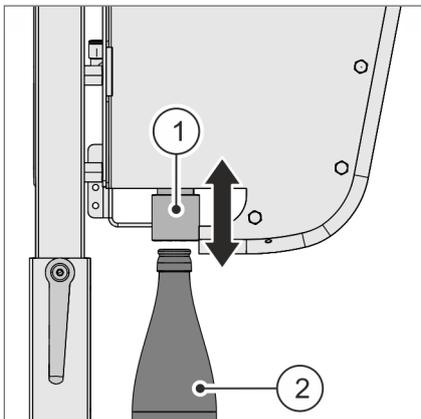

Abb. 48 Verkorkerkopf nach unten ziehen
14. Den Verkorkerkopf **Abb. 48** / ① manuell nach unten ziehen, bis der Verkorkerkopf mittig auf dem Flaschenmund **Abb. 48** / ② sitzt.